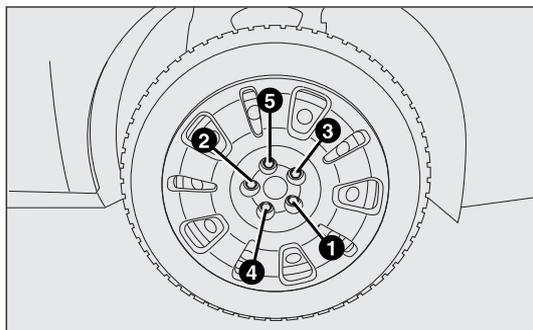

fig. 139
- ❑ en se servant de la clé fournie, visser à fond les boulons, en passant alternativement d'un boulon à un autre diamétralement opposé, suivant l'ordre numérique illustré sur la fig. 139 ;